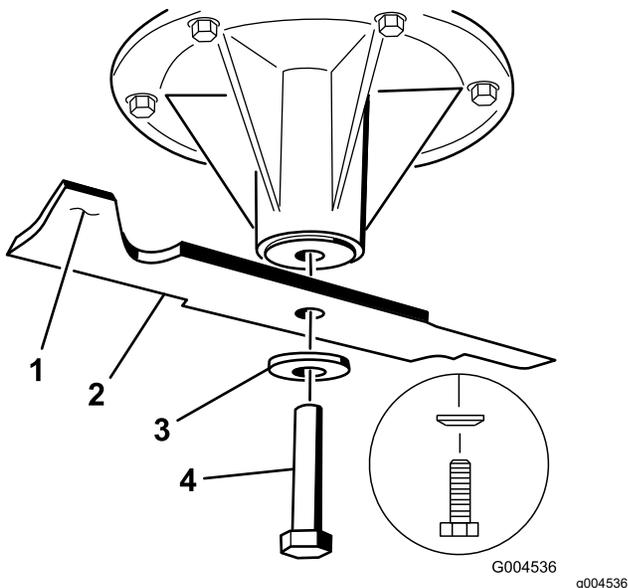

Figure 109
2. Enlevez le boulon, la rondelle bombée et la lame de l'axe (Figure 109).